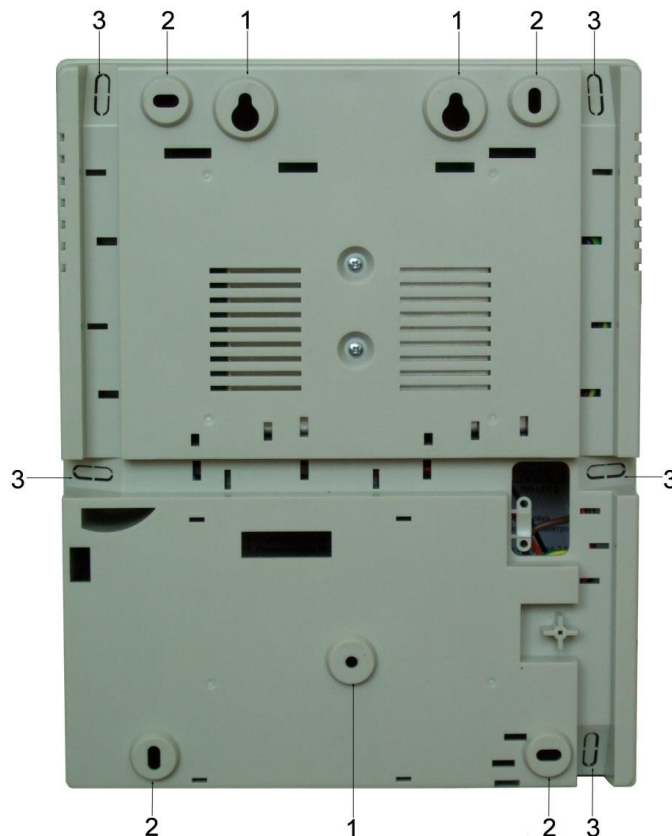

Рисунок 5. Монтажные отверстия
При этом используются отверстия (1) (см. рис. 5). Корпус монтируется на саморезы и дюбели, установленные на одной горизонтали на расстоянии 80 мм. После этого корпус закрепляется через нижнее отверстие, которое находится за аккумулятором резервного питания.